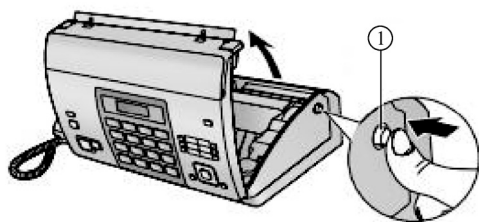

图 3-12 打开传真机顶盖
① 按下顶盖开盖钮 (①)，打开顶盖，如图 3-12 所示。